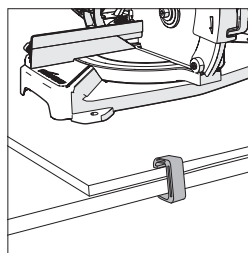

Fig. 2
- Utilisez des serre-flans pour fixer la plaque de montage à la surface de travail. **(Fig. 2).**